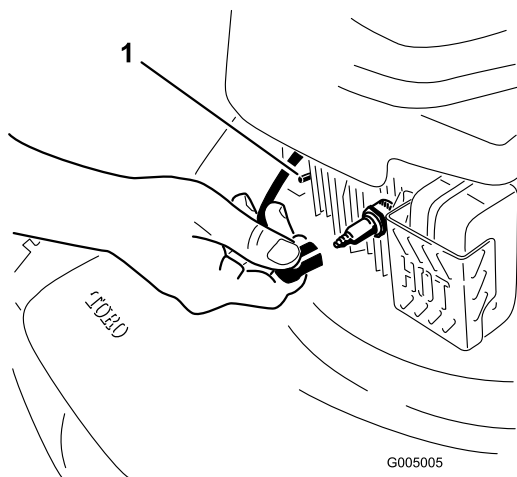

Figura 19
2. Desconecte el cable de la bujía y engánchelo en el poste de retención (Figura 19) antes de realizar cualquier procedimiento de mantenimiento.